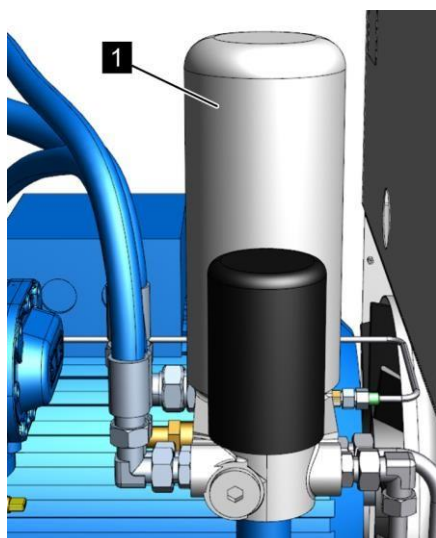

Рис. 41: Тонкий очиститель
8. Ввинтите новый тонкий очиститель (Рис. 41/1) до упора.
9. Вручную подтяните новый тонкий очиститель (Рис. 41/1) на пол-оборота.